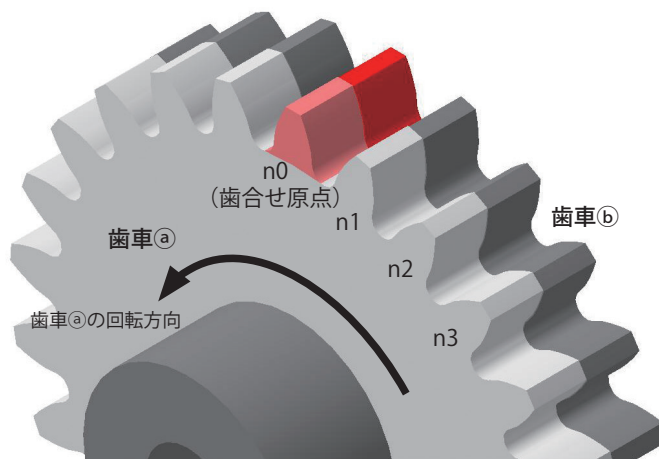

図2 歯合せ原点 (n0)
②歯合せ原点 (n0)
歯車⑥を固定し歯車③を回してバネが伸び、かつ歯車③と歯車⑥の基準歯が一致したところを歯合せ原点 (n0) とし、伝達トルク設定の基準位置とします。(図2)